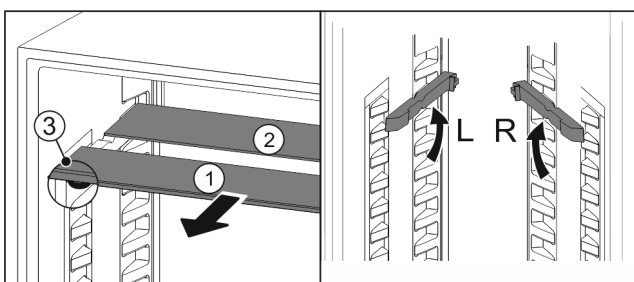

Fig. 69
- ▶ Wyciągnąć Fig. 69 (1) pojedynczo półki szklane do przodu.
- ▷ Płyta szklana Fig. 69 (1) z listwą ozdobną znajduje się z przodu.
- ▷ Stopery Fig. 69 (3) wskazują w dół.